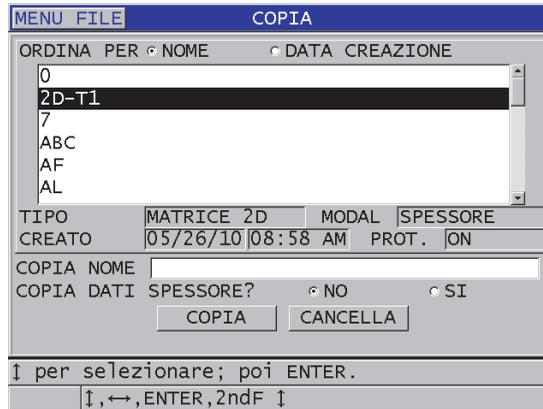

Figura 11-17 Copia di un file
3. Nella schermata **COPIA** (vedere Figura 11-17 a pagina 210):